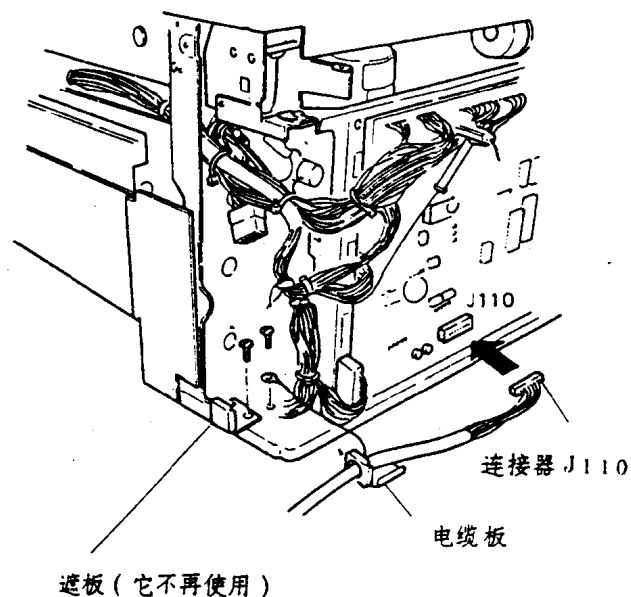

图 1-1-7
(2) 将图像编辑组件的电缆线板固定在遮板的位置上。
(3) 将图像编辑组件连接器和复印机直流控制器上的 J110 连接。如图 1-1-7 所示。
(4) 维修调整和初始设定: 装入门开关压板, 接通主机; 输入 SPAN-X, ZERO-X, SPAN-Y 和 ZERO-Y 的初始置定 (详见组件说明书)。